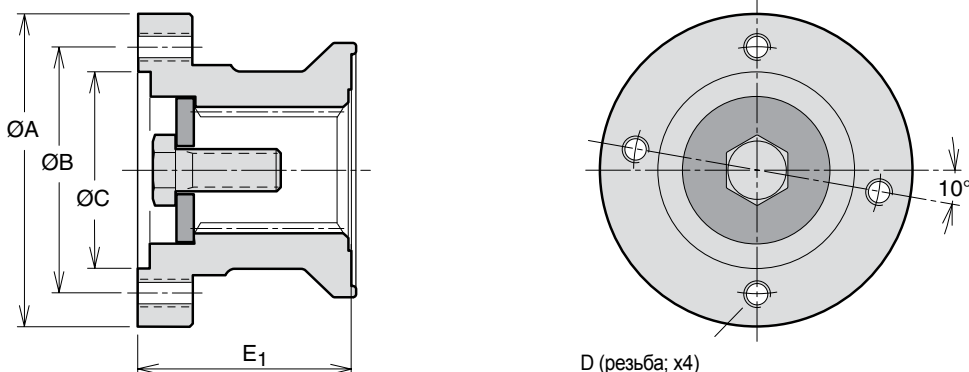

Рис. 3. SAE 88 (378 0644)
Обозначение	SAE88 (рис. 3)
2. Серия F1 (иллюстрация справа, рис. 3)
- Установите комплект шлангов 378 1085 между нижним портом слива одного из насосов (см. рис. 3) и обходными клапанами BPF-F1-25 и -81. нижний порт слива раздаточной коробки.